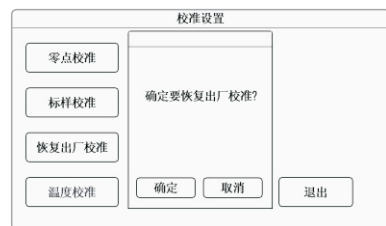

图2-23
- ◆ **恢复出厂校准：**点击“恢复出厂校准”进入图2-23所示界面，按【确定】键执行恢复出厂校准，恢复出厂校准后，浊度值恢复到出厂时的校准值。